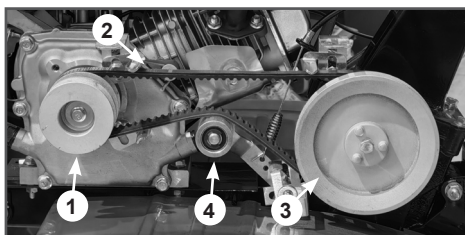

Рис. 40. Замена ремней привода
- Снимите ремень 2 со шкивов 1 вала двигателя и шкива 3 редуктора (Рис. 40).